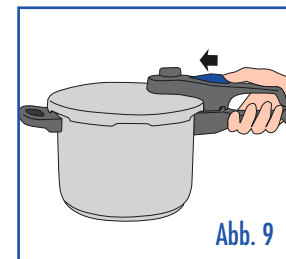

Abb. 9
**Bemerkung:** Spülen Sie den Topf nicht zu stark, um zu vermeiden, dass Wasser über das Sicherheitsventil oder/und Druckregelventil in den Topf hinein gelangt. Nach dem Öffnen sollte der Schieberriegel im Anschlag bleiben. Wenn er in die Schließenposition zurückkehrt, schieben Sie ihn bitte wieder vorwärts bis Anschlag, ansonsten kann der Deckel nicht richtig auf dem Topf sitzen (siehe Abb. 9).